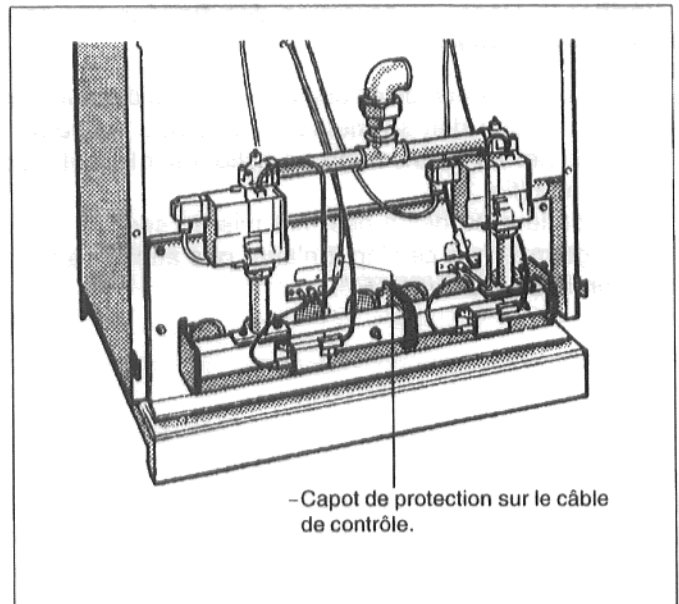

Fig. 33 : câble de contrôle
- Retirer le capot de protection sur le câble de contrôle (fig. 33) et retirer le raccord enfichable.